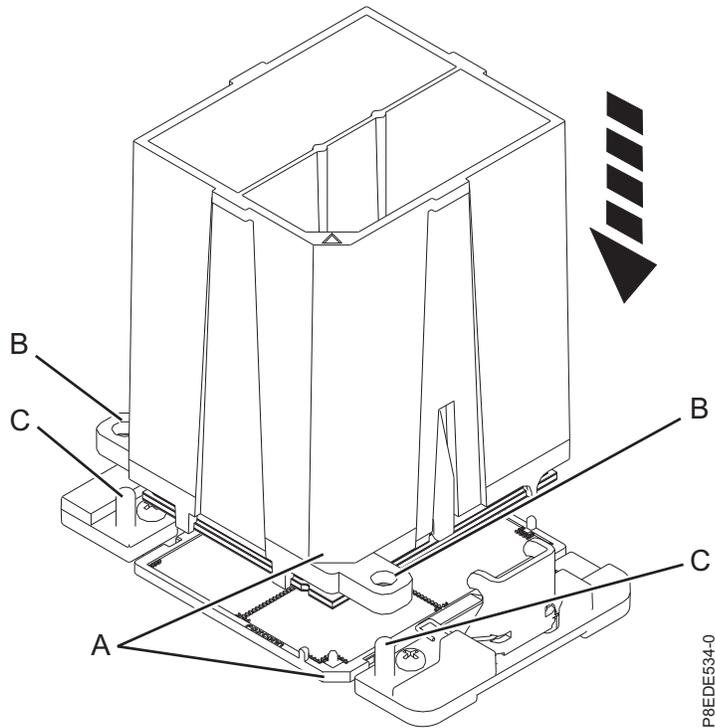

Figura 77. Instalando o módulo de processador do sistema
- b. Abaixar a ferramenta e o módulo de processador do sistema no soquete. Alinhar a aresta biselada (A) da ferramenta com a aresta biselada no soquete. Assegure-se de que os dois pinos guia (C) sejam inseridos nos orifícios de alinhamento (B) em cada lado da ferramenta. Tome cuidado para baixar a ferramenta equilibradamente sem incliná-la. Consulte a Figura 77 na página 70.